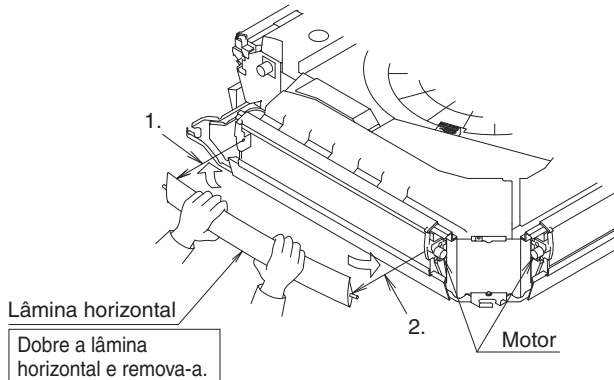
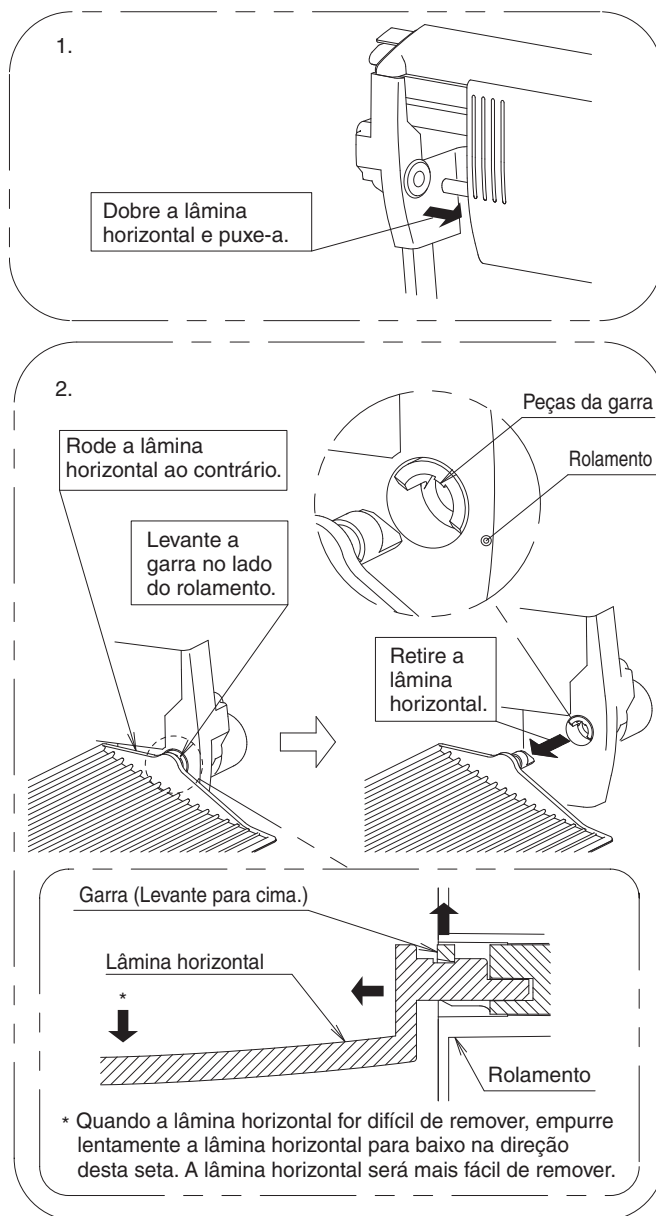

Fig. 10
Fig. 11
(1) Remova as lâminas horizontais da saída de ar a ser bloqueada. (Consulte a Fig. 10 e a Fig. 11)